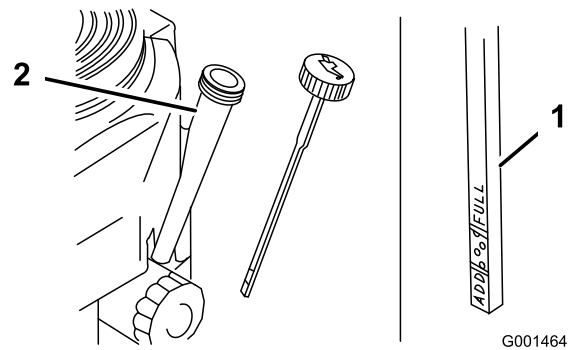

Figura 23
4. Limpie alrededor de la varilla de aceite (Figura 23) para impedir que caiga suciedad por el orificio de llenado y cause daños en el motor.
5. Desenrosque la varilla de aceite y limpie el extremo (Figura 23).
6. Deslice la varilla a fondo en el tubo de llenado, pero no la enrosque en el tubo (Figura 23).
9. Vierta lentamente un 80% aproximadamente de la cantidad especificada de aceite por el tubo de llenado (Figura 23).